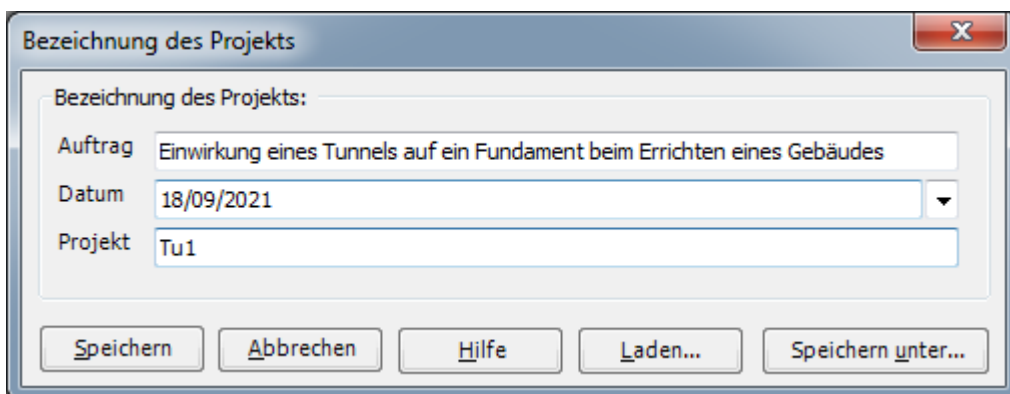

Bild 13.7 Dialogfeld "Bezeichnung des Projekts"
- Wählen Sie den Befehl "Bezeichnung des Projekts" aus der Registerkarte "Daten". Das Dialogfeld im Bild 13.7 erscheint